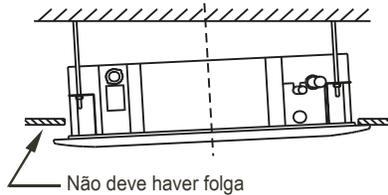

Fig. 4-18
- 4) Se ainda houver folga entre o painel e o teto depois de apertar os parafusos, a altura da unidade interna deve ser alterada novamente. (Consulte a Fig.4-18)